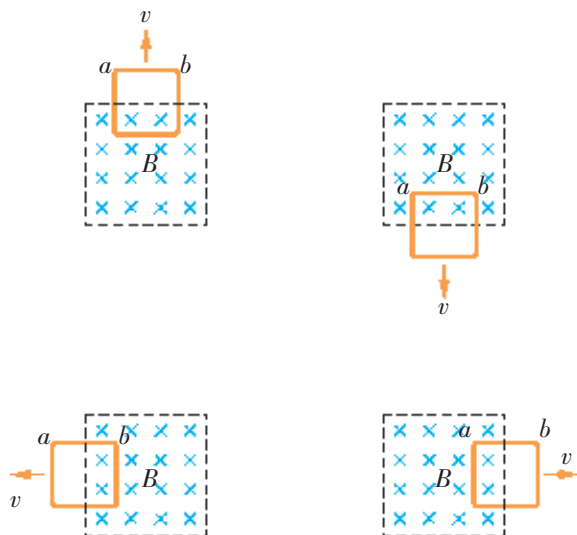

图 1-70
- (1) 求作用于每根金属细杆的拉力的大小。
- (2) 求两金属细杆在间距增加 0.40 m 的滑动过程中产生的总热量。
7. 如图 1-70 所示,一正方形线框由粗细均匀的轻质电阻丝围成,置于一个有边界的正方形磁场中,磁场方向垂直于线框平面,其边界与线框的边平行。现使线框以同样大小的速度沿上下左右四个方向平移出磁场,在这四种情况中,线框中产生的感应电流大小相同吗? ab 两点间的电压大小相等吗?外力做的功相同吗?请说明你的理由。